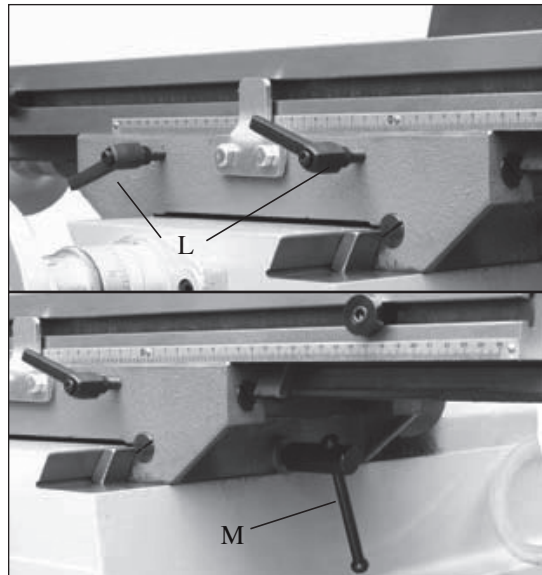

Bild 9.2
5. Lås bordet med hjälp av de två låsspakarna (L-fig. 9.2) för Y-axeln samt låshandtaget (M-fig. 9.2) för X-axeln. Vrid medurs för att låsa och moturs för att låsa upp.
15. Lås bordet genom att använd spakarna för bordslåset (L-fig.9.2) och låshandtaget (M-fig.9.2).